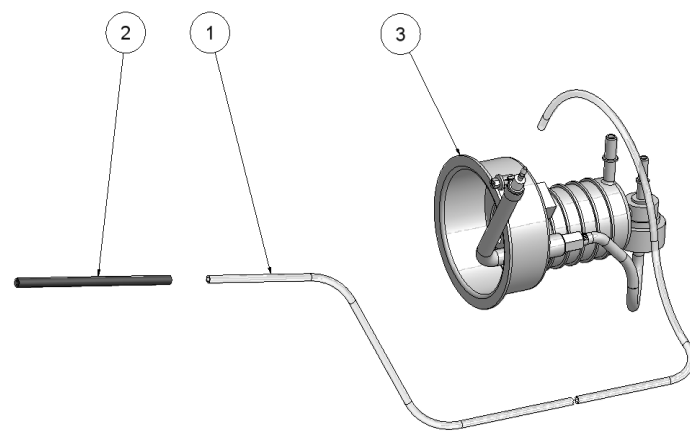

Abbildung 31
1. Nur E46 SK+S / RS: Benzinfilter am Fahrzeugunterboden (Abb. 31) gegen den beigelegten Filter mit modifiziertem Druckregler tauschen. Nach dem Umbau darf ausschließlich der Filter nach ASA Nummer P341-55-06 verwendet werden. Auf richtiges Anzugsmoment der Schellen achten. Beim Arbeiten an kraftstoffführenden Teilen besonders sorgfältig sein.